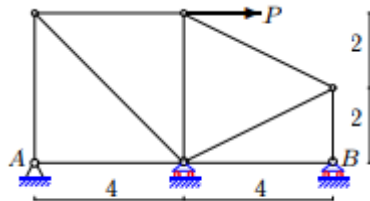

Рис. 1
2. Плоская один раз статически неопределимая ферма опирается на два подвижных и один неподвижный шарнир (рис. 1). Узел D нагружен горизонтальной силой $P = 12$ кН. Размеры даны в метрах. Найти усилия в стержнях ферм. Для поиска неизвестных величин написать программный модуль. Проанализировать полученные результаты